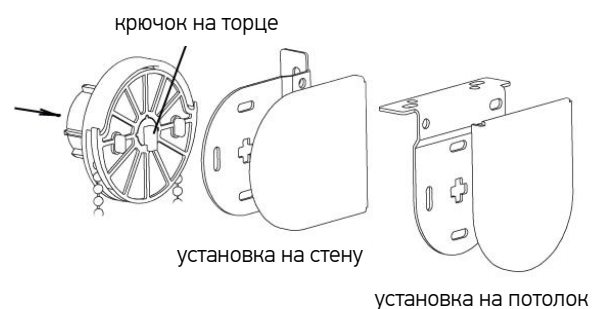

Рис. 4. Установка изделия в кронштейны
4. Установить фиксатор (1) на один конец троса (2) и закрутить винт. Вставить свободный конец троса в паз кронштейна для боковой фиксации и продеть его до конца. Повторить операцию со вторым тросом.
5. Продеть тросы через крышки (3) в рейке нижней с двух сторон.
- при монтаже на стену разметить предполагаемые места установки опор-кронштейнов (6) для боковой фиксации;
- при монтаже на пол/потолок разметить предполагаемые места установки опор (5) для боковой фиксации.
9. Вставить фиксаторы в крышки опор (4), крышки опор вставить в опоры.
10. Вставить трубу в кронштейн со стороны управления таким образом, чтобы крючок на торце был направлен вертикально вниз (Рис.4). Вставить изделие во второй кронштейн с другой стороны. Для модели ДЕНЬ-НОЧЬ сначала устанавливается дальнее изделие, затем ближнее.